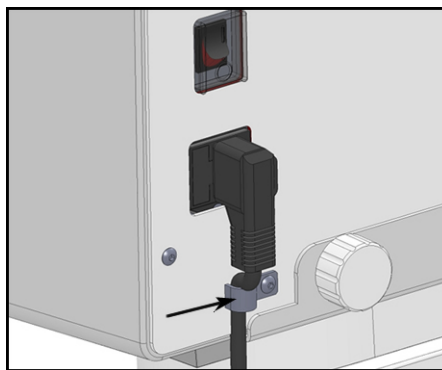

Рисунок 3-6 Кабель электропитания подсоединён к прибору и фиксирован (крепёж указан стрелкой) для предотвращения разъединения.
- Подсоедините кабель электропитания в розетку на задней панели прибора и закрепите в гнезде, используя 2,5-мм шурупы и гекс-инструмент (рисунок 3-6).